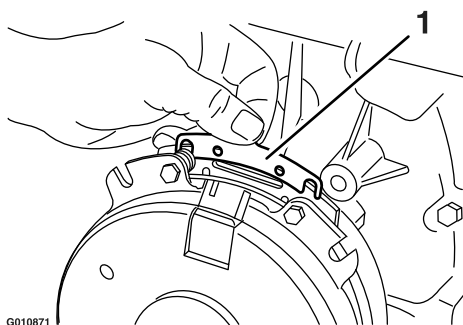

**Figure 68**
- A. Desserrez les boulons de fixation du frein d'un demi à un tour complet, comme montré à la Figure 68.